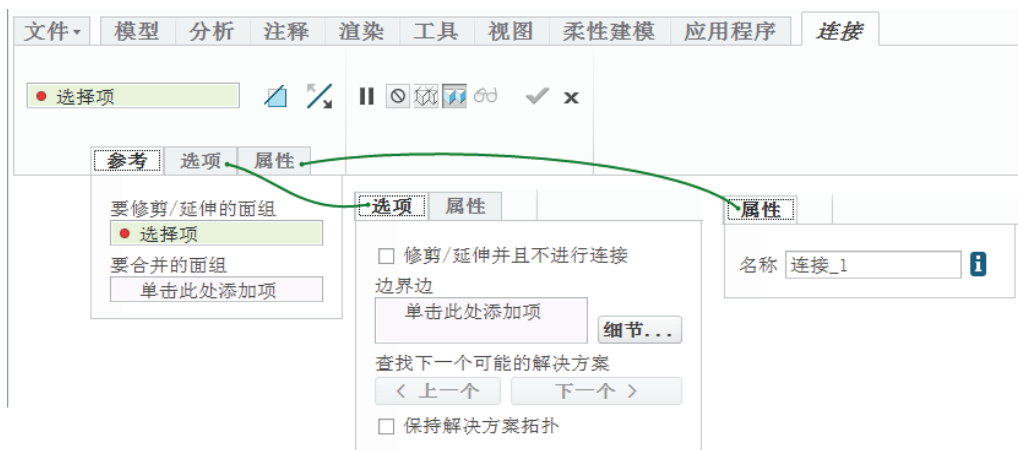

图 8-68 “连接”选项卡 (1)
- 1) 在功能区中打开“柔性建模”选项卡，接着在“编辑特征”组中单击“连接”按钮，打开图 8-68 所示的“连接”选项卡。